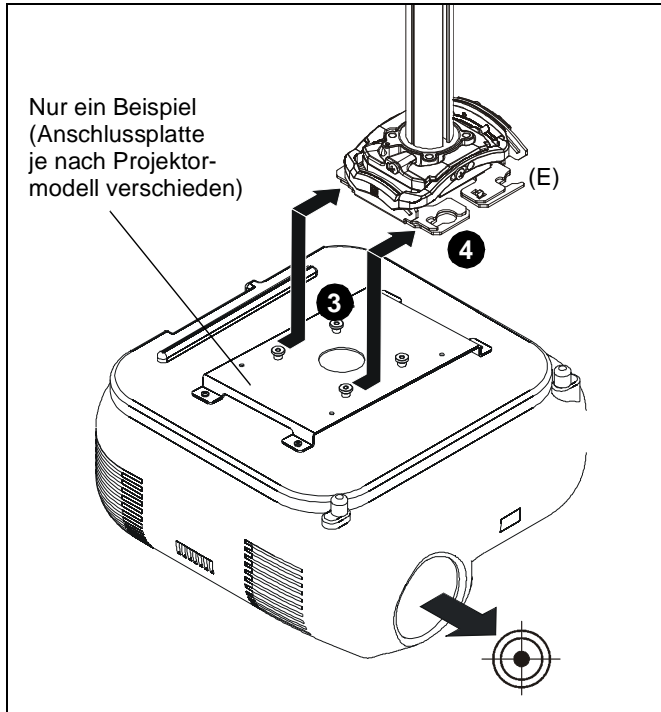

Abb. 4
2. Richten Sie den Projektor mit der Anschlussplatte aus. (See Figure 4)
3. Halten Sie den Projektor so, dass die Schrauben mit den Flügelmutter nach den Montageschlitzen in der Montagebasis ausgerichtet sind. (See Figure 4)
4. Schieben Sie den Projektor mit der Anschlussplatte in die Montageschlitze der Montagebasis, bis sich die Schrauben am hinteren Ende der Schlitze befinden. (See Figure 4)